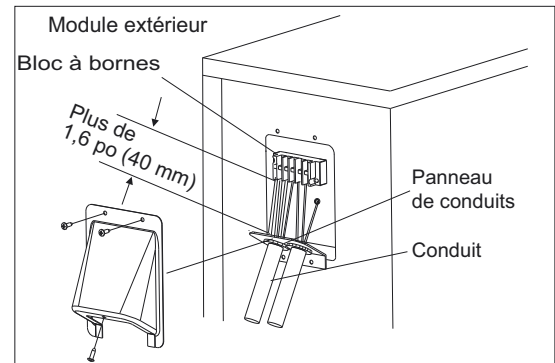

Figure 12 – Câblage sur place
5. Raccordez le conduit au panneau de conduits (voir fig. 12).